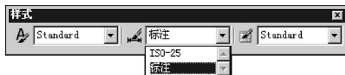

图 3.33 在【样式】工具栏中设定当前标注样式
(3) 在【样式】工具栏内设定当前标注样式，如图 3.33 所示。